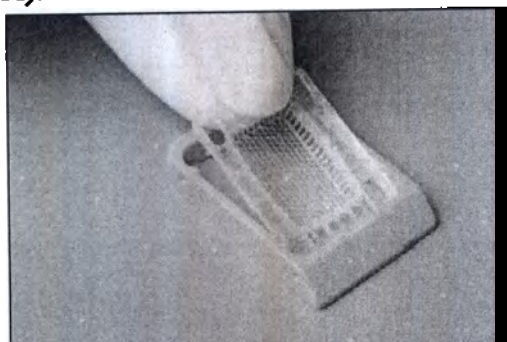

Рисунок 6A
4. Удерживая рамку на плоской поверхности, разместите кассетную вставку под углом 45° и вставьте переднюю вставку кассеты под две верхние вкладки и наверх двух нижних вкладок (рис. 6A).